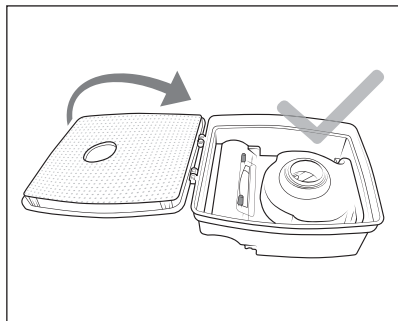

Fig. 11
- 7) Fixez le filtre EPA **7** contre le couvercle du bac à poussière **12** et rabattez-le en position fermée (voir figure 11).